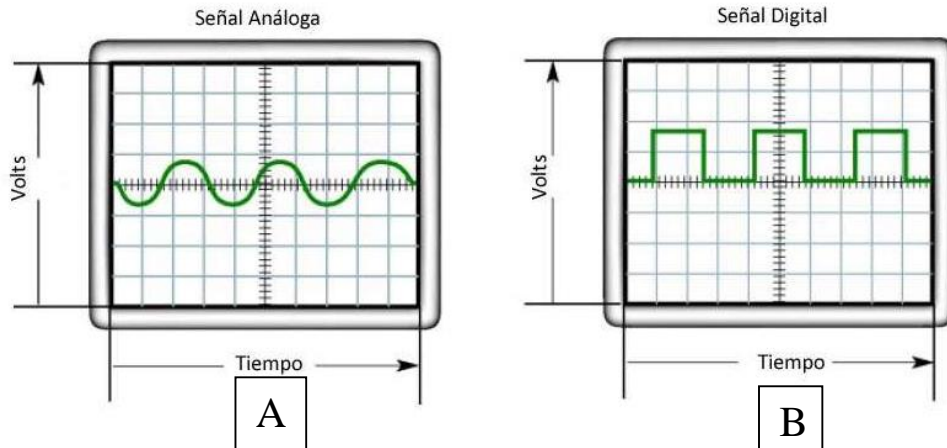

Figura 1 Señales análogas y Digitales [9]
Una señal que representa un voltaje variable constantemente **ver figura 1 (A)**. [4]
**Ver figura 1 (B)**